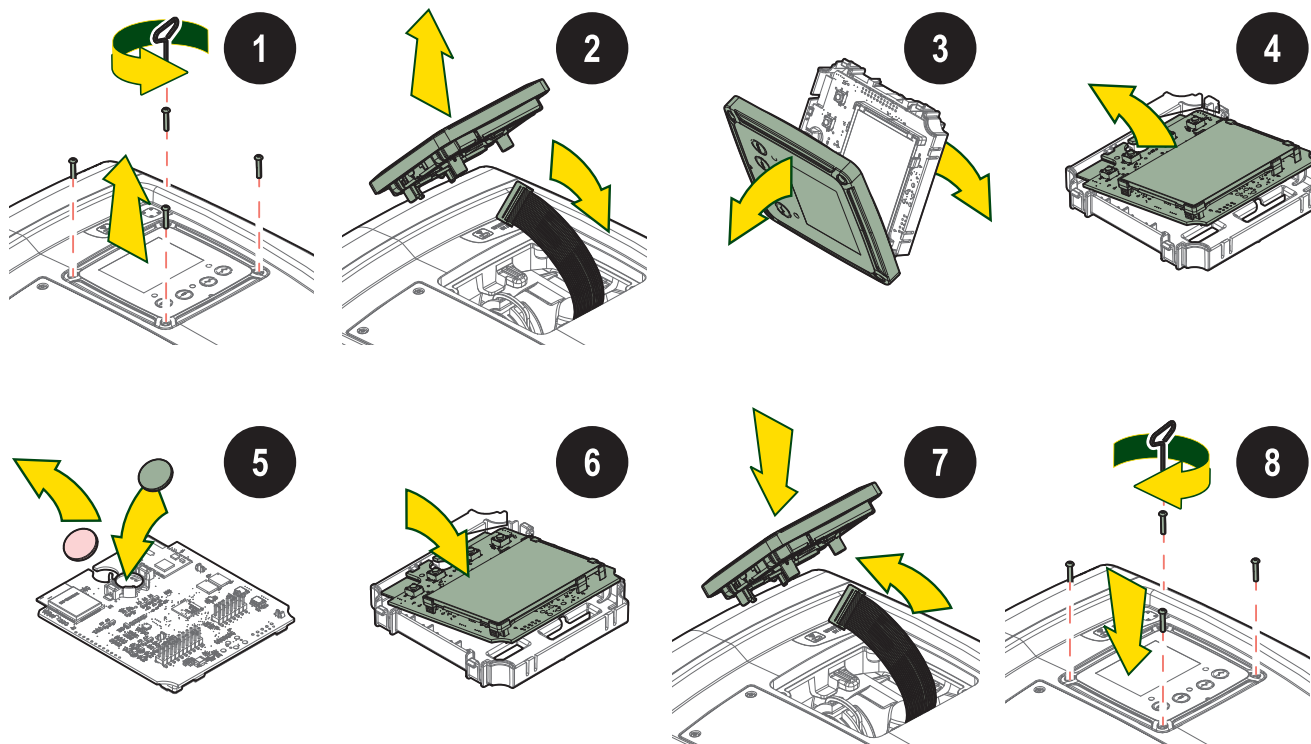

Rysunek 24
1. usunąć drzwiczki dostępu do punktu wyjątkowej konserwacji (Rys.1 Strona F) poluzowując 2 śruby zamykania za pomocą odpowiedniego narzędzia. Zaleca się nie usuwać całkowicie śrub, tak aby wykorzystać je przy wyciąganiu drzwiczek. Nie spowodować przypadkowego dostania się śrub do wnętrza systemu po usunięciu drzwiczek (Rys.24);
2. ściągnąć pokrywę z gumy z zaworu zbiornika ekspansyjnego (Rys.24);
3. zadziałać na zawór zgodnie z wsazówkami paragrafu 1.2 (Rys.24);
4. przywrócić do pierwotnego stanu pokrywę z gumy (Rys.24);
5. przywrócić do pierwotnego stanu drzwiczki i przykręcić 2 śruby (Rys.24).